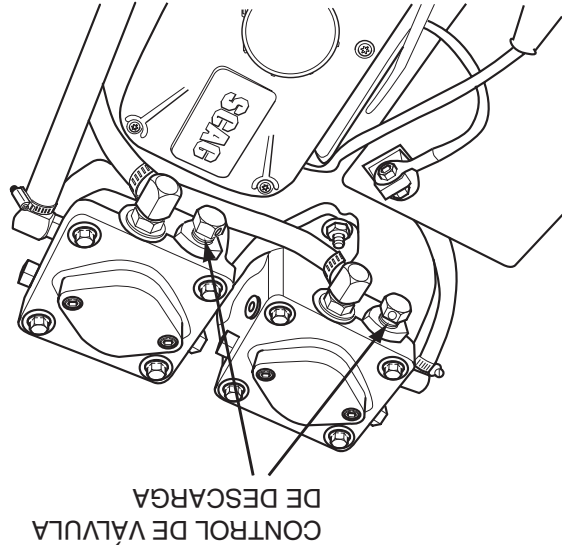

Figura 4-2 Control de válvula de descarga
11. **Control de válvula de descarga (Figura 4-2).** Ubicadas en las bombas hidráulicas, se usan para "rodar libremente" el cortacésped. El giro de las palancas en el sentido de las agujas del reloj hasta que se detengan permite que la unidad se mueva con potencia hidráulica. Las válvulas deben estar en esta posición y apretadas a 10 pies/lb durante la operación del cortacésped. El giro de las palancas en el sentido contrario a las agujas del reloj, 1-2 vueltas, permite que el cortacésped se mueva a mano (rueda libremente).